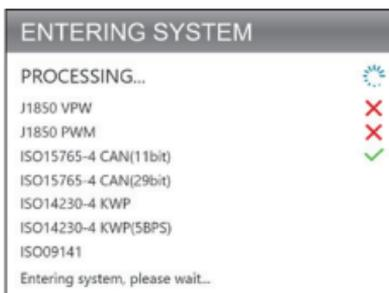

Figura 3.2.1
1. Uma vez inserida a função OBD-II, a ferramenta de escaneamento se comunica automaticamente com o computador de bordo para determinar o protocolo de comunicação. Após ser confirmado, o link é estabelecido. (Veja Figura 3.2.1)